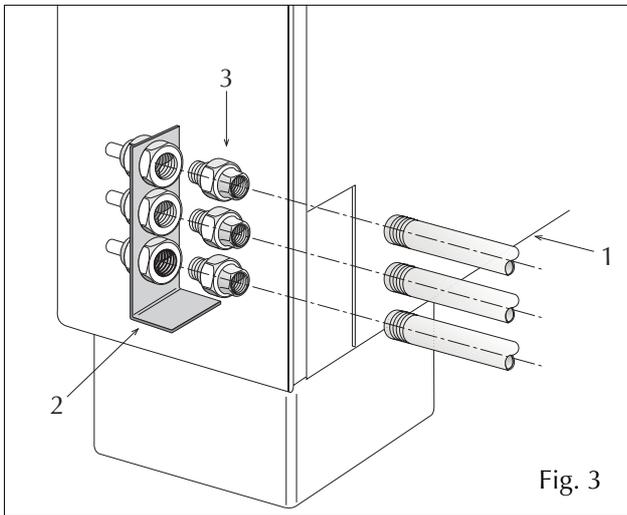
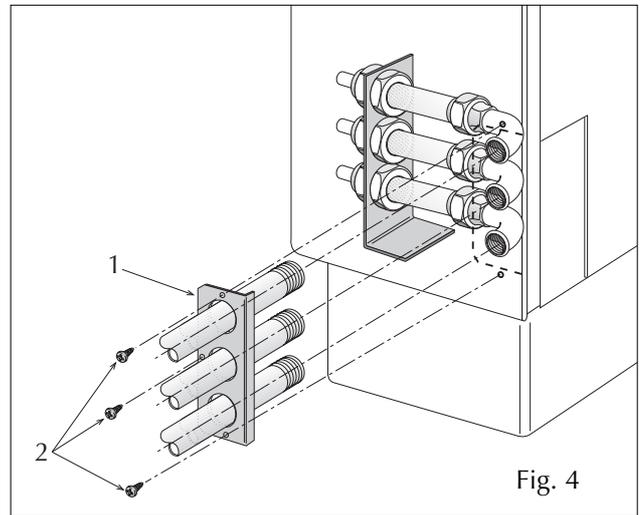

Fig. 3
Fig. 4
Si consiglia di isolare adeguatamente le tubazioni dell'acqua di alimentazione per evitare gocciolamenti durante il suo funzionamento. I collegamenti possono essere eseguiti, a seconda dell'esigenza, sia sulla parte posteriore (fig.3) sia sul lato destro dell'apparecchio (fig.4). Per i collegamenti posteriori il pannello posteriore (1 fig.3) è provvisto di ferroia per il passaggio dei tubi da collegare alla squadretta di servizio (2 fig.3) fissandoli con i raccordi (3 fig.3).
**Quando gli allacciamenti idraulici vengono realizzati attraverso la fiancata destra del mobile, si ricorda che la squadretta (1 fig.4) dovrà essere infilata sulle tubazioni prima di effettuare la fase finale dei collegamenti idraulici. Realizzati i raccordi si provvederà al fissaggio della squadretta (1) al mobile stesso mediante le viti (2) precedentemente tolte.**
Always insulate the water lines to prevent leakage during operation. Depending on requirements, connections can be made to the rear (fig.3) or to the right side of the unit (fig.4). When making connections to the rear of the unit, pass the water lines through the opening in the rear panel (1 fig.3) to the bracket (2 fig.3); secure the lines with the couplings (3 fig.3).
**When making connections through the right side of the unit, slide the L bracket (1 fig.4) onto the tubes before making water connections. After coupling has been made, secure the L bracket (1) to the unit cabinet by means of the screws (2) previously removed.**